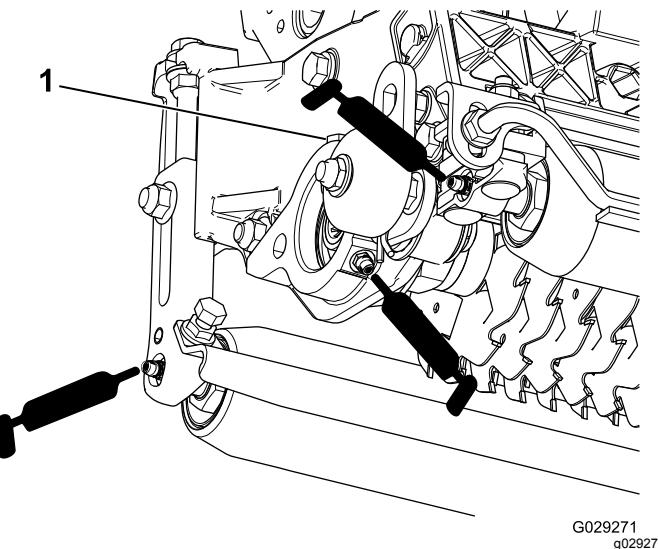

图 13
每个切根刀带有 5 个黄油嘴 图 13 必须每周使用 2 号锂基润滑脂润滑。
- 涂抹润滑脂直至滚筒密封件和轴承泄压阀外面看得见干净的润滑脂 图 13。